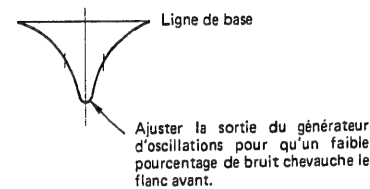

Fig. 6
5. Injecter un signal faible au générateur d'oscillations. Ajuster T197, T108 et T109 pour que le gain soit maximum et obtenir la forme d'onde représentée sur la Figure 6.